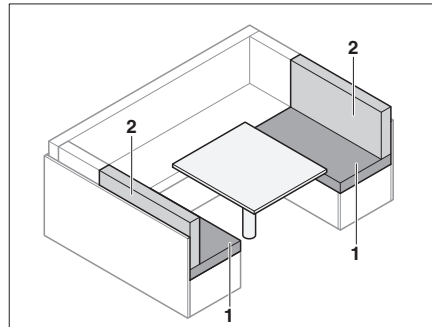

Fig. 68 Prima della trasformazione
- Togliere i cuscini dello schienale (Fig. 68,2).